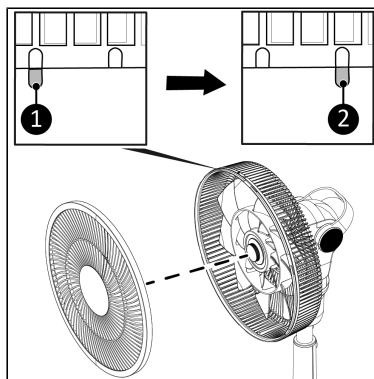

Abbildung 42.
11. Setzen Sie das Frontgitter auf den Ventilator. Richten Sie die Markierung auf dem Frontgitter mit der linken Markierung auf dem Heckgitter aus (Abbildung 42, Pos. 1).
12. Drehen Sie das Frontgitter im Uhrzeigersinn, bis die Markierung auf dem Frontgitter mit der rechten Markierung auf dem Heckgitter übereinstimmt (Abbildung 42, Pos. 2).